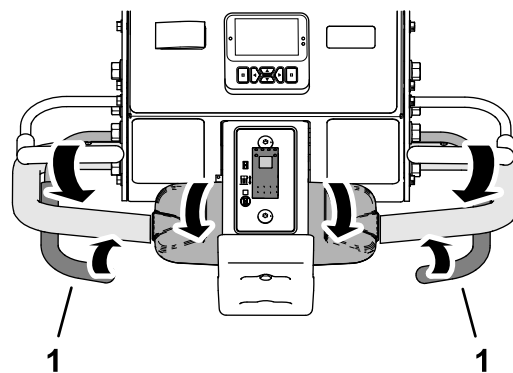

Figure 87
3. Serrez la barre de commande d'aération gauche ou droite (Figure 87).